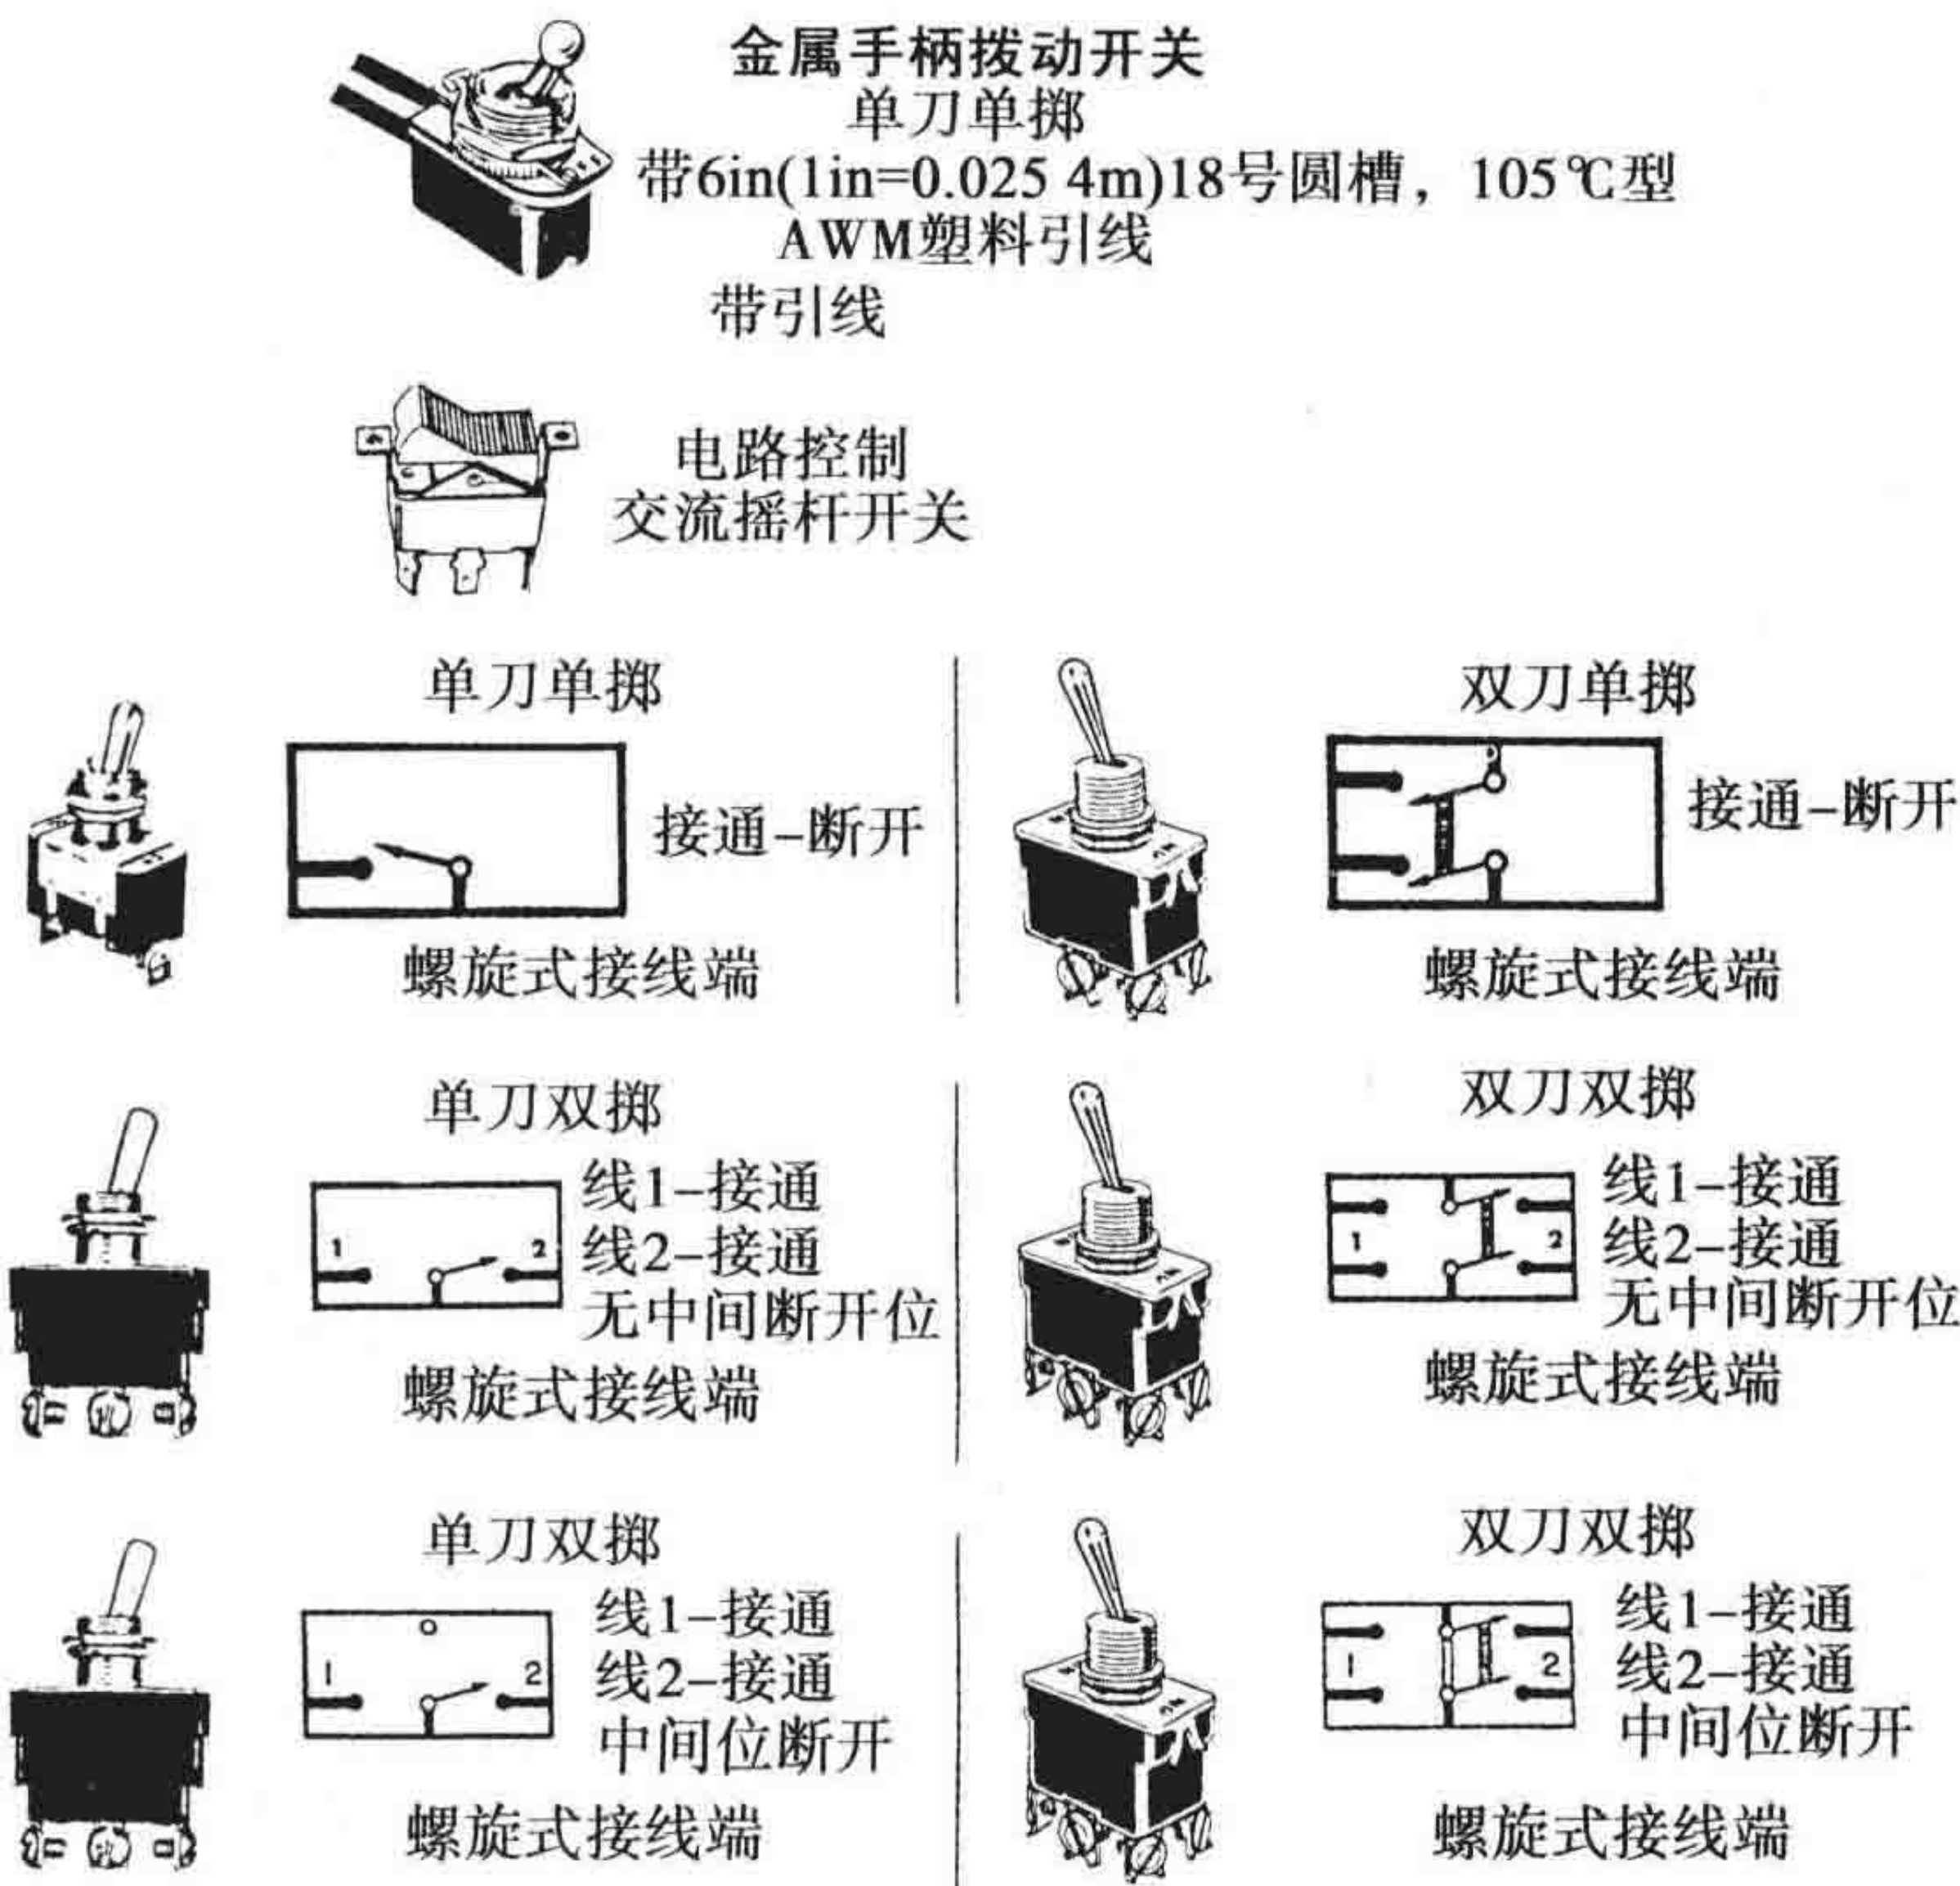

图 I-36 拨动开关
- **拨动开关** 拨动开关可以开启和关闭各种设备，或者是从一个装置切换到另一个装置。它们有多种配置，目的是帮助完成特定工作的选择（见图 I-36）。这些开关通常有一个金属手柄，安装在一个圆孔中，而且它通常还提供用于接线的螺旋式接线端。有一些开关可能会提供引线，此时导线连接器可将开关引线连接到电路中。导线连接器是一种通过将两根导线末端缠绕拧紧进而连接起来的装置，它的外部使用塑料涂层外壳进行绝缘。
注意图 I-36 中的交流摇杆开关，它是通过螺钉安装到开关的钢支架上的。支架上的螺钉孔可用 6~32 号一字螺钉来固定。通常这些开关使用的额定值为交流 120V，特别需要注意流过开关电流的大小。开关有能力通断 240V 的电路，与额定值为 240V 的开关相比，额定值为 120V 时其电流通常增加了一倍。这意味着额定值为 120V/6A 的开关用于 240V 电路时，电流额定值必须降到 3A。